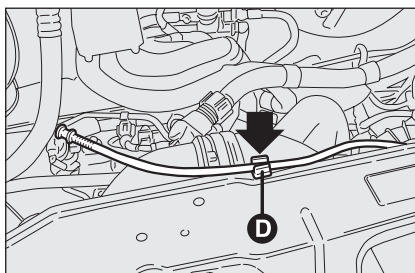
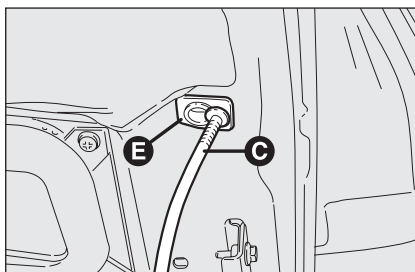

fig. 122
fig. 123
- ☐ soulever le capot et simultanément dégager la béquille de maintien **fig. 122** de son dispositif de blocage **D**, puis engager l'extrémité **C-fig. 123** de la béquille dans l'emplacement **E** du capot.
- ☐ tenir le capot soulevé d'une main et de l'autre enlever la bécquette **C**-fig. 123 du logement **E** et la remettre dans son dispositif de blocage **D**-fig. 122;